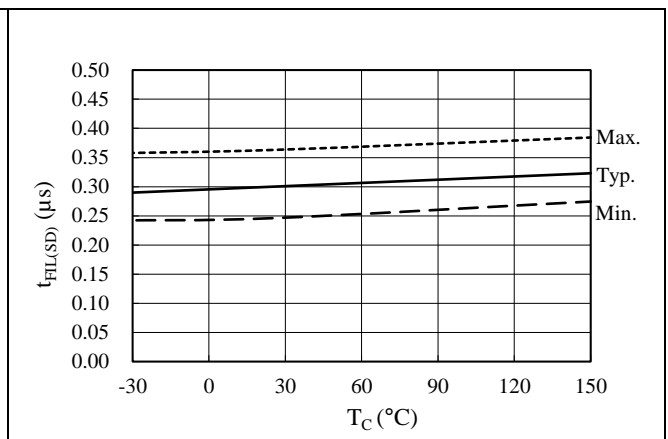

図 15-22 SD 端子フィルタ時間  $t_{FIL(SD)}$  温度特性
| 図 15-22 | SD 端子フィルタ時間 t FIL(SD) 温度特性  |